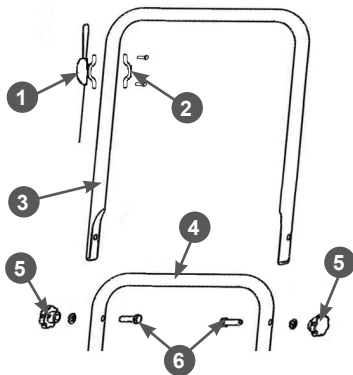

Рис. 3 Установка рабочей рукоятки
2. Совместите отверстия в нижней части 4 и верхней части 3 рабочей рукоятки и вставьте с внутренней стороны рукоятки в эти отверстия болты 6 (Рис. 3).
3. С внешней стороны установите плоские шайбы и закрутите барашковые гайки 5 до упора (Рис. 3).
4. Установите на рабочую рукоятку рычаг 1 газа с тросом и закрепите его с помощью скобы 2 крепления и крепежа (Рис. 3).